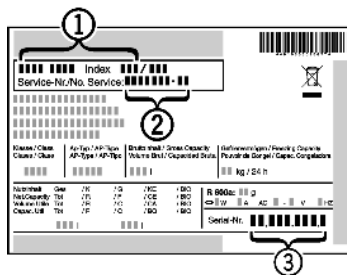

Fig. 8
- ▶ Consultar a identificação do aparelho *Fig. 8 (1)*, nº de serviço *Fig. 8 (2)* e nº de série *Fig. 8 (3)* na placa de características. A placa de características está localizada no interior do aparelho, do lado esquerdo.
- ▶ Informar o serviço de assistência ao cliente e comunicar o tipo de falha, identificação do aparelho *Fig. 8 (1)*, nº de serviço *Fig. 8 (2)* e nº de série *Fig. 8 (3)*.